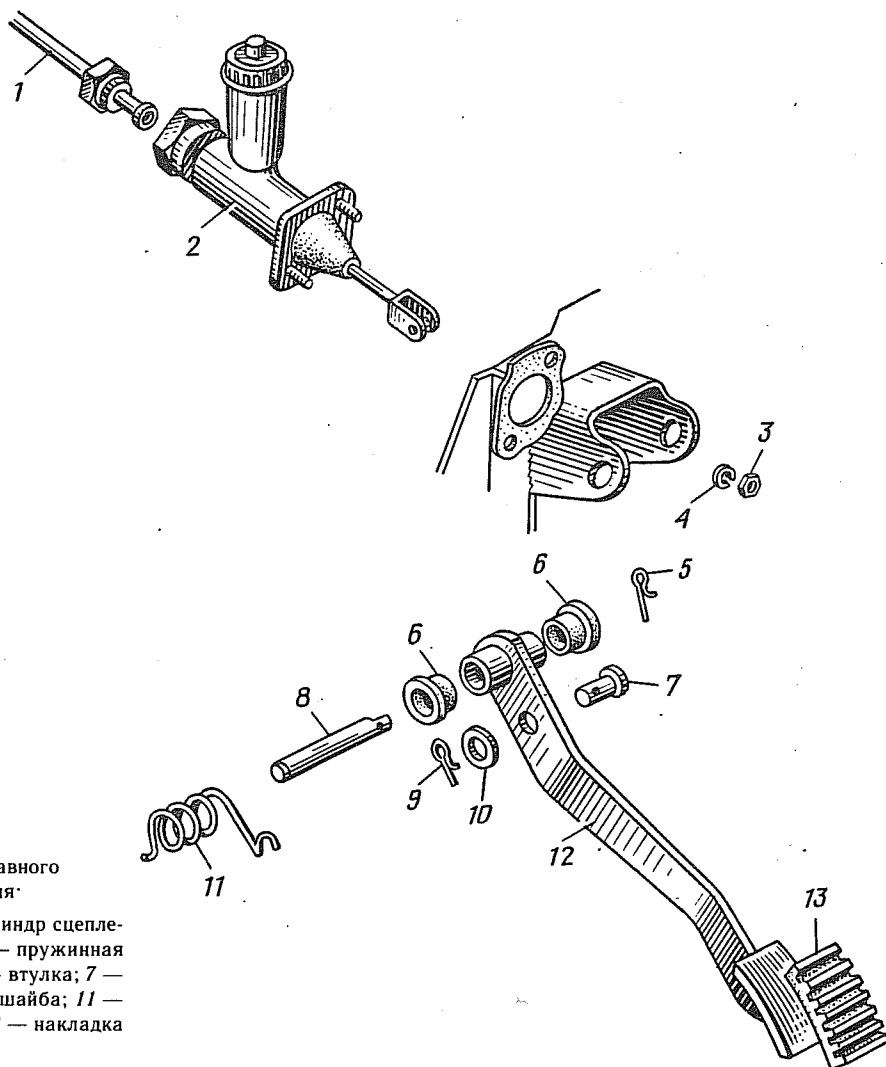

Рис. 56. Установка главного
1.3. Отвернуть соединительную гайку и отсоединить от главного цилиндра 2 (рис. 56) сцепления трубку 1 привода выключения сцепления. Во избежание засорения установить в отверстия трубки и главного цилиндра технологические заглушки (ключ 12, технологические заглушки).
2.1. Установить цилиндр 2 (рис. 56) шпильками в отверстия поперечины рамы и закрепить гайками 3 с пружинными шайбами 4 (головка 13, вороток).
3.1. Отсоединить оттяжную пружину 11 (рис. 56) от педали 12 (плоскогубцы 125, отвертка 150×0,5).
4.1. Установить втулки 6 (рис. 56) в отверстия педали 12.